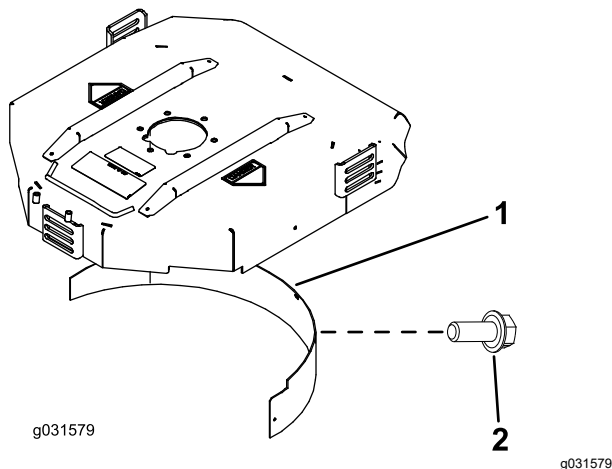

Figura 9
- Instale o abafador de cobertura (mulch) na abertura traseira e fixe-o com cinco parafusos com cabeça flangeada (Figura 9).